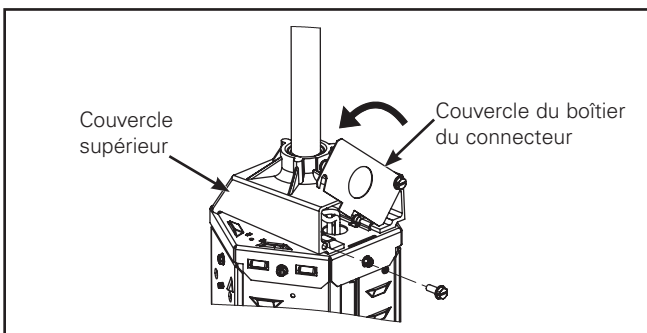

Figure 6.
5. Tournez le couvercle jusqu'à ce qu'il s'ajuste à la fente du couvercle supérieur et vissez-le au boîtier du connecteur (Figure 6).